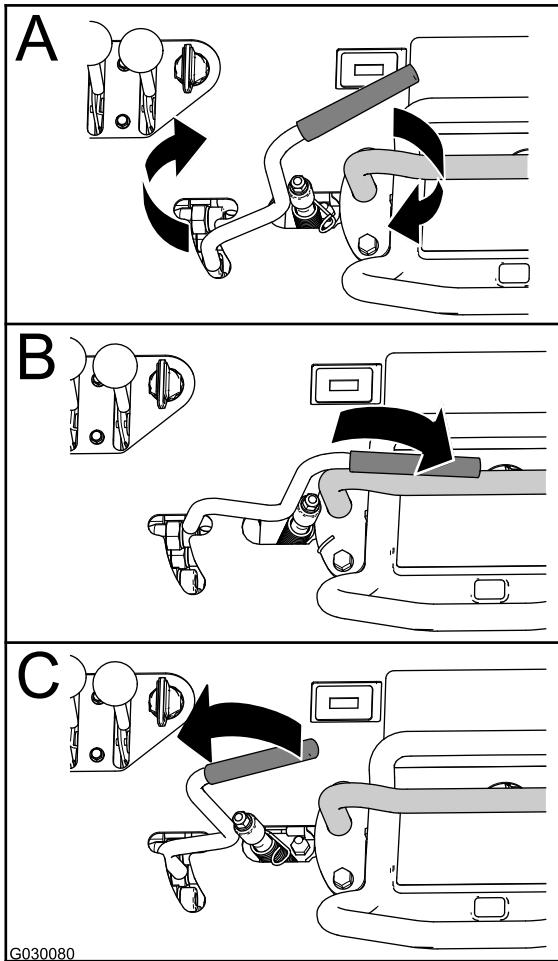

Рисунок 1
- Поверните орган управления траншеекопателем по часовой стрелке (A на Рисунок 1).
- Переведите рычаг управления траншеекопателем до упора вперед (B на Рисунок 1) и до упора назад (C на Рисунок 1) 4-5 раз.